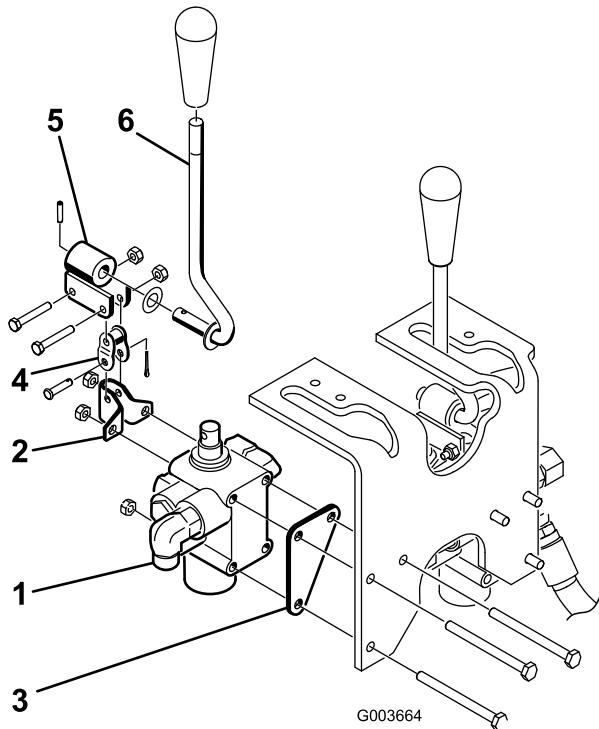

Figure 5
2. Montez l'ensemble soupape, le support de pivot et la plaque de la soupape sur le châssis avec 3 boulons (1/4 x 3") et 3 contre-écrous (Figure 5). Placez la
- Montez sans serrer le levier de pivot sur le tiroir et la biellette à épaulement avec 2 boulons (N° 10 x 1-1/4") et 2 contre-écrous (Figure 5). Ne serrez pas à ce stade.